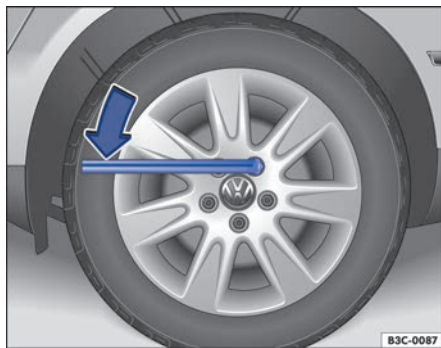

Fig. 177 Cambio de rueda: aflojar los tornillos de rueda.
- Encaje la llave de rueda en el tornillo hasta el tope → fig. 177.